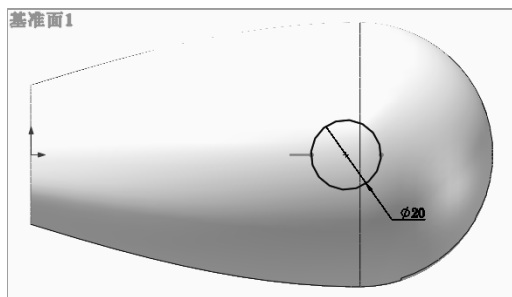

图 9-82 草图标注 5
8) 绘制草图 5。在左侧的 FeatureManager 设计树中用鼠标选择“基准面 1”作为绘制图形的基准面。单击“草图”控制面板中的  (圆) 按钮，绘制图 9-82 所示的草图并标注尺寸。